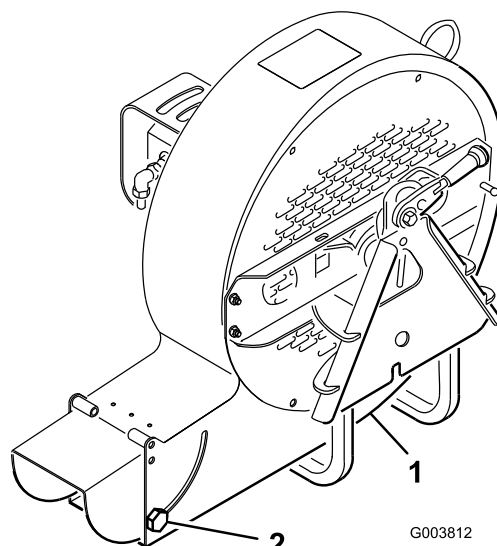

Figure 5
Vous pouvez régler l'ouverture d'éjection (Figure 5) de sorte à augmenter ou réduire le débit et le volume d'air. Le débit d'air augmente quand l'ouverture d'éjection est réduite. Le débit d'air baisse quand l'ouverture d'éjection est augmentée.
1. Desserrez les vis de fixation du déflecteur de l'ouverture d'éjection (Figure 5).